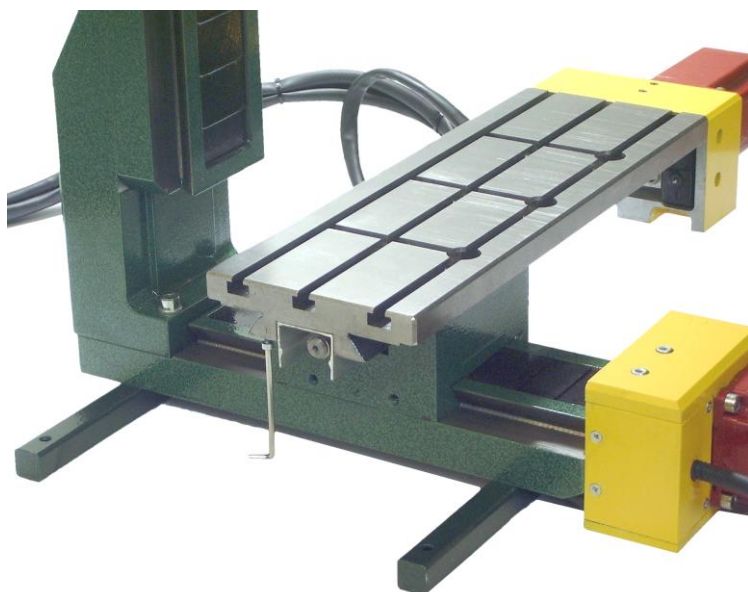

Рис. 5. Стопорный болт стола.
2.5.3.1 Отвернуть стопорный болт на нижней поверхности стола (**Рис. 5**) при помощи шестигранного ключа **2.5**.
2.5.3.8. Ввернуть стопорный болт на нижней поверхности стола (**Рис. 5**) при помощи шестигранного ключа **2.5**.